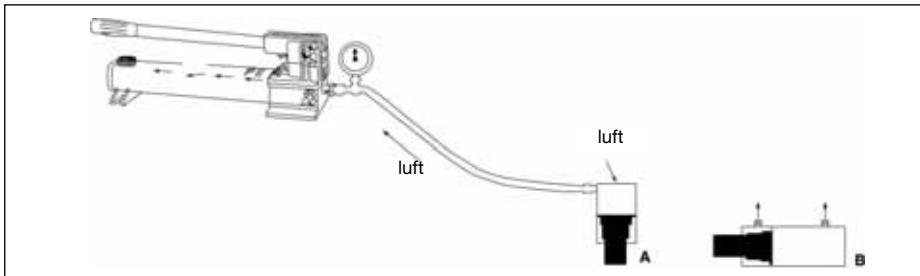

Bild 9
Att avlägsna luft ur hydraulsystemet hjälper cylindern att öka och minska mjukt och smidigt (se bild 9).
6.1 Pump med enkelverkande cylinder (A)
- Placera pumpen med kolvändan nedåt (uppåt om du använder en dragcyylinder) Se bild 9 nedan.